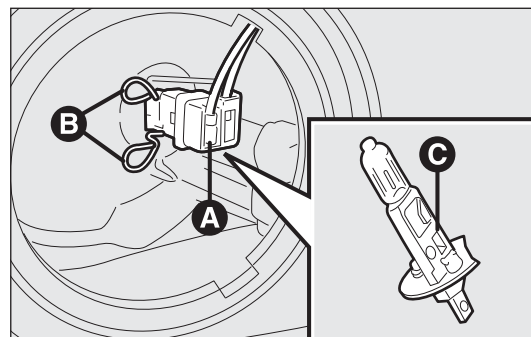

fig. 188
- scollegare il connettore elettrico A-fig. 188;